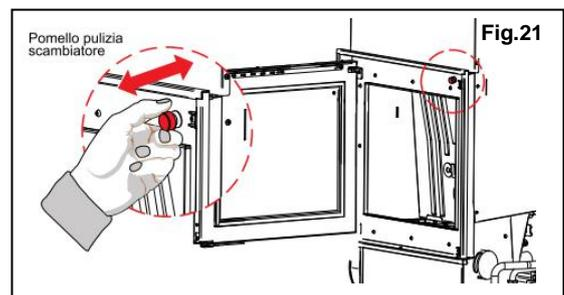

Fig.21
**COME AGIRE:** aprire l'antina e tirare/spingere manualmente per 3/4 volte il pomello di manovra, posizionato in alto a destra (fig.21).